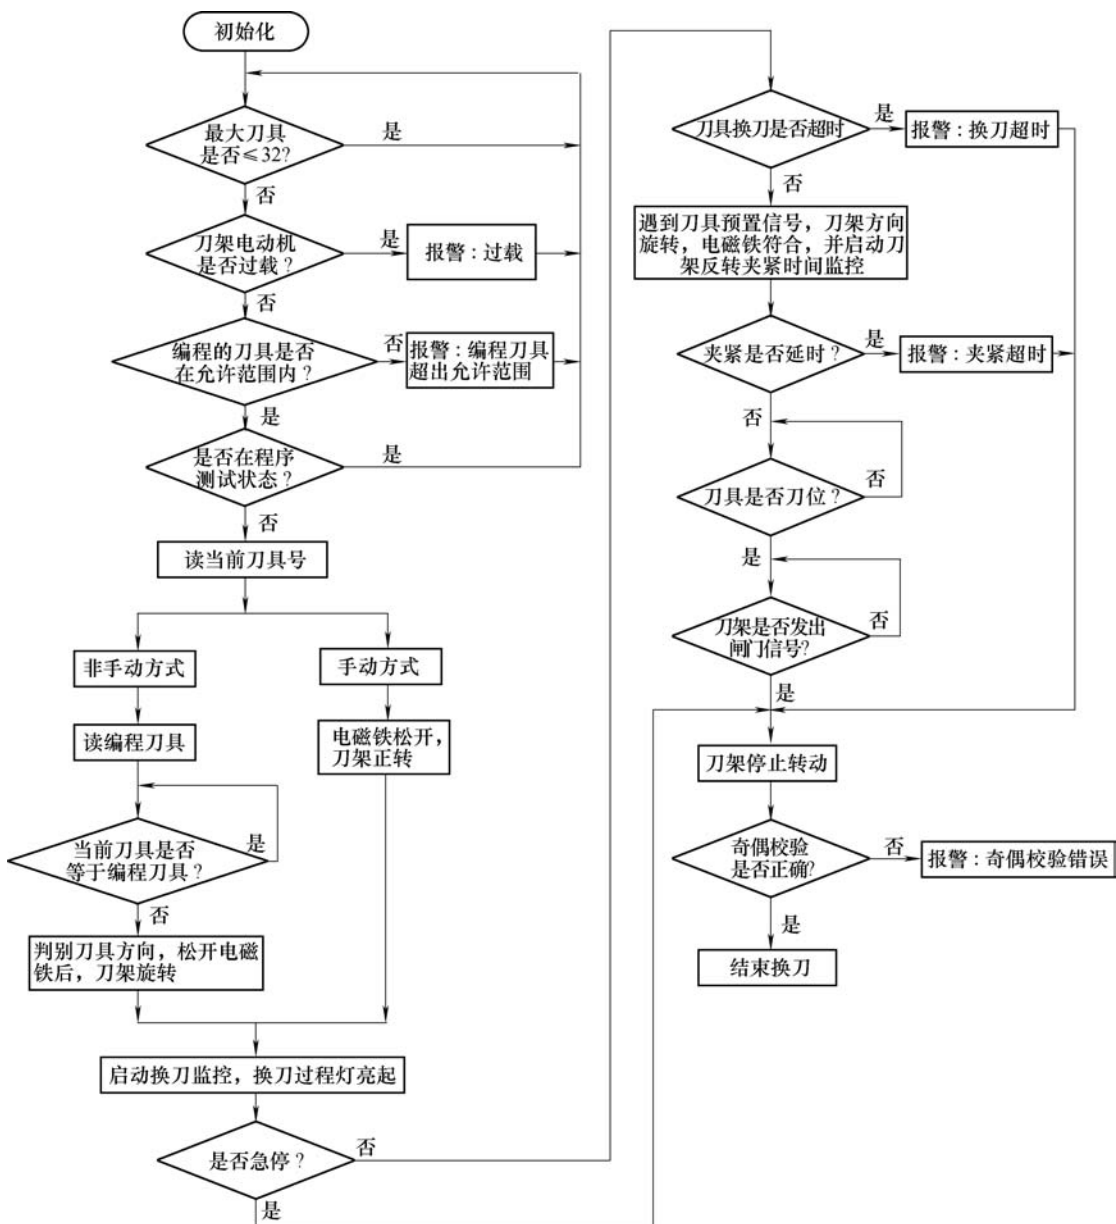

图4 换刀流程图
(2) 换刀。换刀流程如图4所示，其子程序梯形图如图5所示，局布变量定义如表2所示，全局变量定义如表3所示。